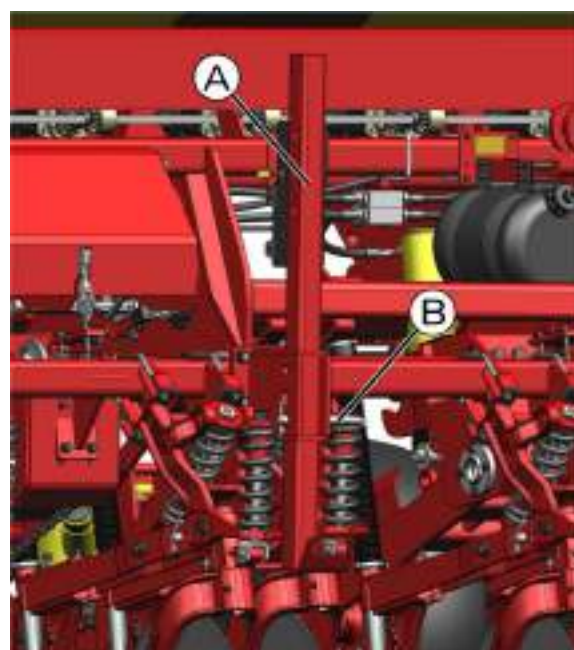

fig. 29
Retire o pino e o grampo “R” (B) e abaixe o pé de apoio (A) (fig. 29). Alinhe a furação superior do pé de apoio com a furação do suporte e trave novamente.